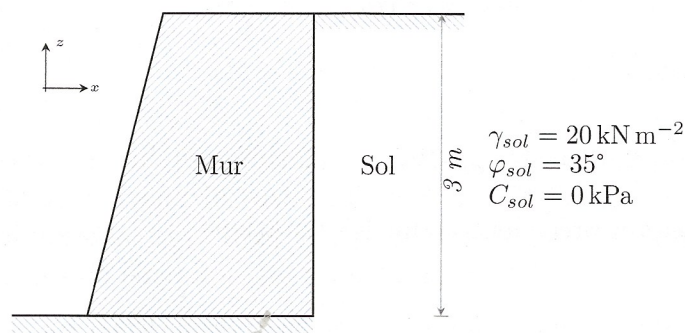

FIG. 5 : Mur de soutènement
66. Quel est l'ordre de grandeur de l'effort horizontal agissant sur le mur de soutènement de la figure 5, pour un mètre d'extension latérale selon y du mur ?